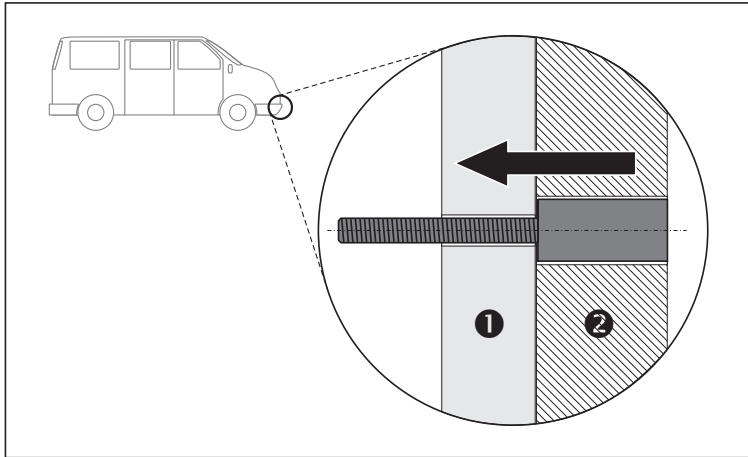

Abb. 4: Montagerichtung Distanzbolzen
3. Stecken Sie die Distanzbolzen von außen in die Löcher (Abb. 4).